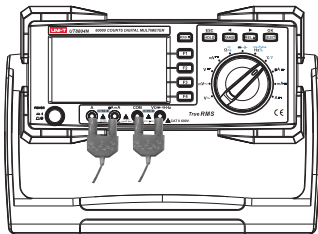

图13
- (1) 将仪表的旋转开关转到“°C/°F”测量档, 按SELECT键选择摄氏温度°C或华氏温度°F, 图13, 将温度转接座插入四个端子, 二个温度探头接入温度转接座, 探头探测待测物体的表面上。